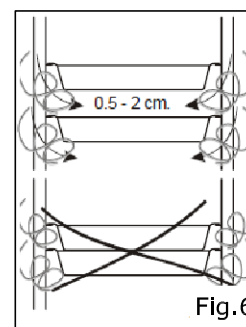

Fig.6
- * Manter espaço suficiente entre os recipientes, permitindo assim uma correta circulação de ar.(Fig.6)